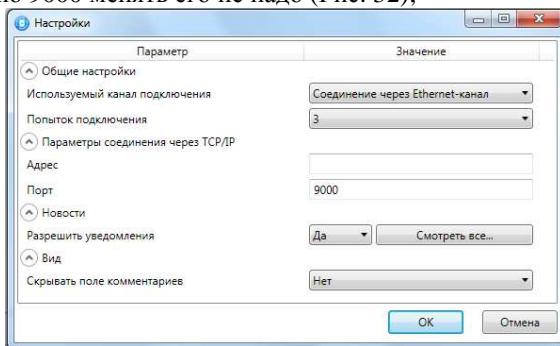

Рис.32 Задание параметров соединения
- ✓ в меню *Настройки - Общие настройки* выберите используемый канал Соединение через Ethernet-канал. Укажите IP-адрес контроллера (пример: 192.168.211.154), порт контроллера по умолчанию 9000 менять его не надо (Рис. 32);